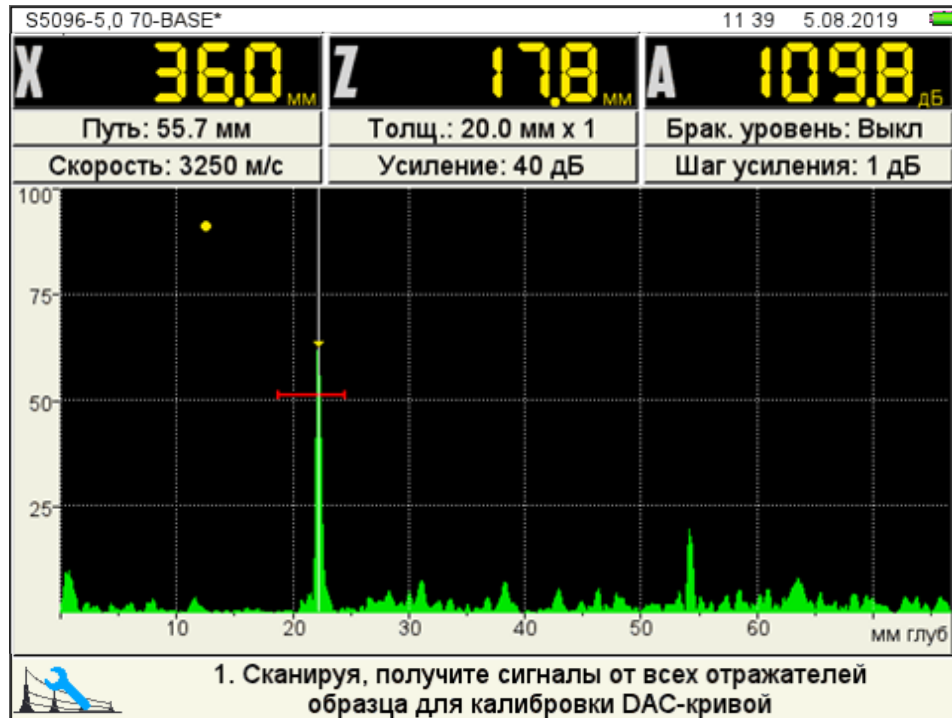

Рисунок 68
– найти максимальный сигнал от второго контрольного отражателя и отредактировать его аналогично первому отражателю, при этом первая узловая точка не должна попадать в поле строга (рисунок 68).